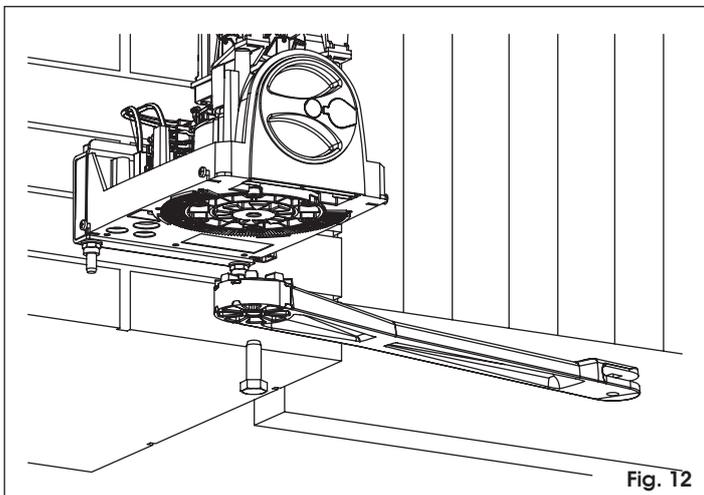

Fig. 12
- Monter le bras droit (Fig. 12) avec la vis spécifique fournie.
👉 Pour un fonctionnement correct, serrer les deux vis de fixation (Fig. 12 réf. ①) puis les desserrer d'environ 1/2 tour pour permettre la rotation des bras sans frottements.